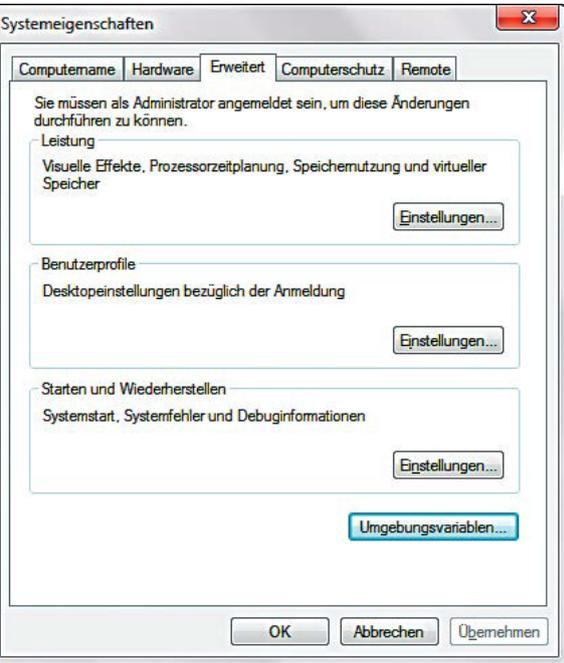
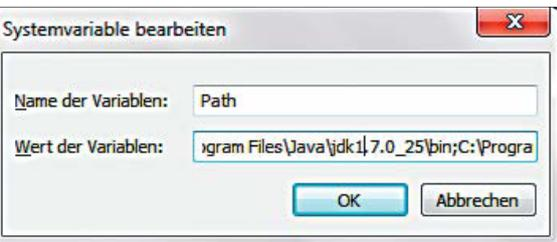

Abb. 3
Abb. 4
3. Systempfade prüfen und aktualisieren: Die Eintragungen im Systempfad dienen dazu, dass man die Hilfsprogramme (meist zu starten über die Konsole) systemweit erleichtert aufrufen kann. Dazu geht man über die SYSTEMSTEUERUNG zu SYSTEM UND SICHERHEIT und dort ruft man das Dialogfeld ERWEITERTE SYSTEMEINSTELLUNGEN (Abb. 3) auf. Mit der Schaltfläche UMGEBUNGSVARIABLEN gelangt man zum Dialogfeld. Es ist die SYSTEMVARIABLE um den Eintrag des bin-Verzeichnisses der aktuellen JDK-Installation zu ergänzen (Hinweis: Die Einträge werden durch Semikolon getrennt; man fügt dann beispielsweise den Eintrag 'C:\Program Files (x86)\Java\jre7\bin' hinzu (Abb. 4).